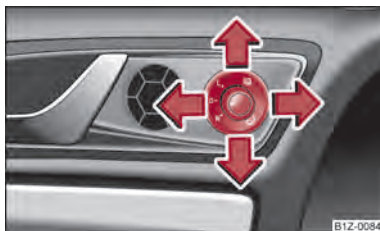

Fig. 41 Parte interior de la puerta: Botón giratorio
- Gire el botón hasta la posición ☞ ⇒ fig. 41.
En vehículos con memoria para asiento del conductor, la superficie del espejo se abatirá un poco hacia abajo al acoplar la marcha atrás y si el botón giratorio está en la posición R ⇒ fig. 41. De ese modo, es posible ver el bordillo durante el aparcamiento.
- Si los retrovisores exteriores se abatieron mediante el botón giratorio ⇒ fig. 41, entonces sólo se podrán volver a poner en posición de conducción por medio del botón giratorio.